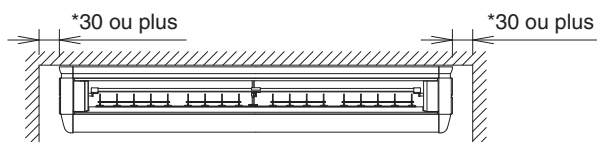
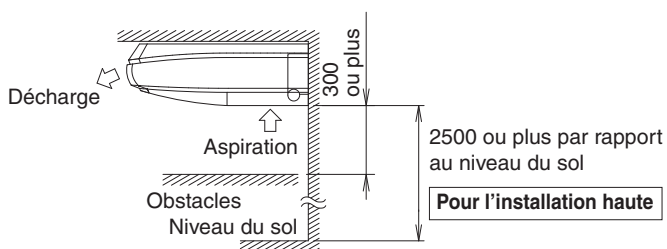

Fig. 1
Fig. 2
(1) Sélectionnez l'emplacement d'installation qui répond aux conditions suivantes et obtenez l'approbation du client.
- Où un espace suffisant pour l'installation et l'entretien est assuré. (Reportez-vous aux Fig. 1 et Fig. 2)